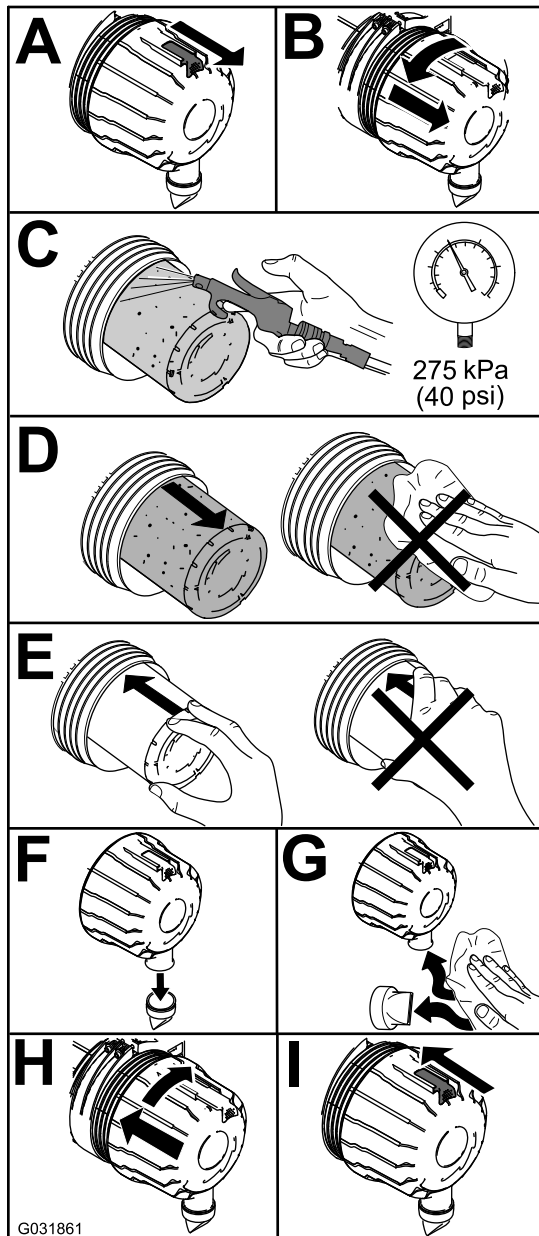

Figure 76
- Remplacez le filtre à air (Figure 76).